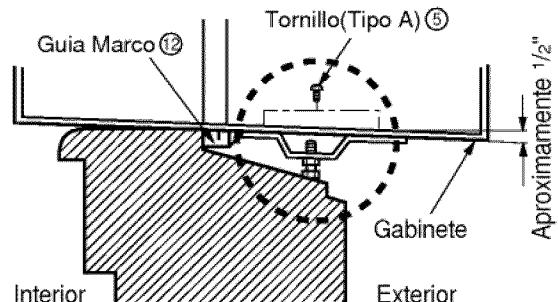

Fig. 4
**NOTA:** Tenga cuidado al instalar el gabinete(las guías marco ⑫ se rompen fácilmente).
5. Pegue el soporte antepecho a los rieles de la caja en relación a la posición deseada usando dos tornillos Tipo A en cada soporte.(Ver Fig. 4)